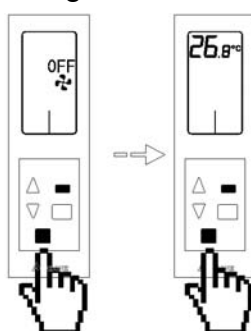
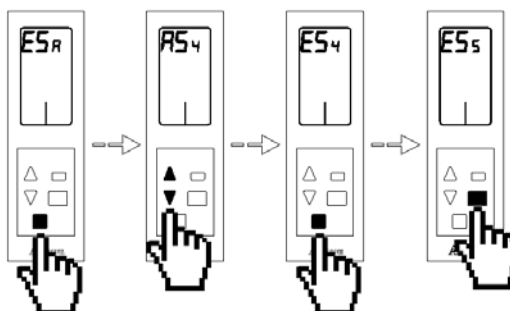

Fig. 90
Fig. 94
Para acceder al menú de configuración avanzada debe estar el termostato en la pantalla principal con la zona apagada. Realice una pulsación larga simultánea en los botones de confirmación  y Sleep  hasta que le aparezca la pantalla de temperatura ambiente (Fig. 90). En esta pantalla realice otra pulsación larga simultánea en los botones de confirmación  y Sleep ; accederá al menú de configuración avanzado.
- o **Asociar una salida de control secundaria:** Si desea añadir una salida de control más, seleccione *R* y pulse el botón de confirmación ☐ para acceder al menú de asociación (fig.90). Si no le aparece esta opción significa que no hay salidas disponibles para asociar. Mediante las flechas Δ ∇ indique el valor que desea asociar y pulse el botón de confirmación ☐. A continuación, el menú le mostrará el valor de la siguiente salida disponible. Si le muestra el valor $\bar{n}$ indica que no hay más salidas disponibles en el sistema. Si no desea asociar otra pulse el botón salir ☐ para volver al menú anterior. (Fig. 94)